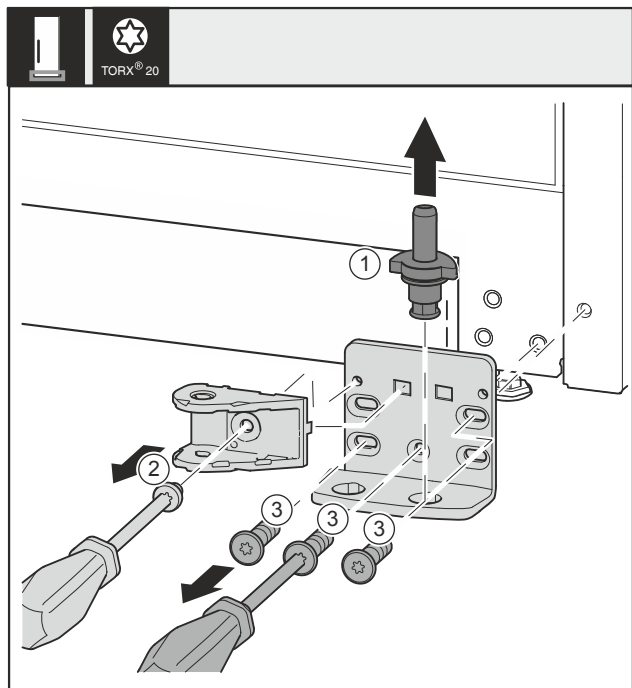

Fig. 33 *
- ▶ Lagerbout Fig. 33 (1) volledig naar boven toe wegtrekken.*
- ▶ Schroef Fig. 33 (2) met schroevendraaier er uit draaien en de sluitdemperverbinding wegnemen.*
- ▶ Schroeven Fig. 33 (3) met schroevendraaier er uit draaien en het lagerbok wegnemen.*